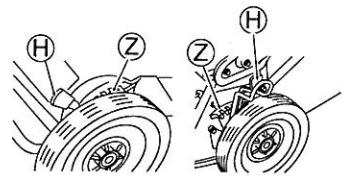

Abb. 6.
- 2 Drücken Sie den Schnitthöheneinstellhebel (H) in Richtung Rad und lösen Sie ihn von den Rasten (Ausnahmungen) (Z). (Siehe Abb. 6 und 7.)